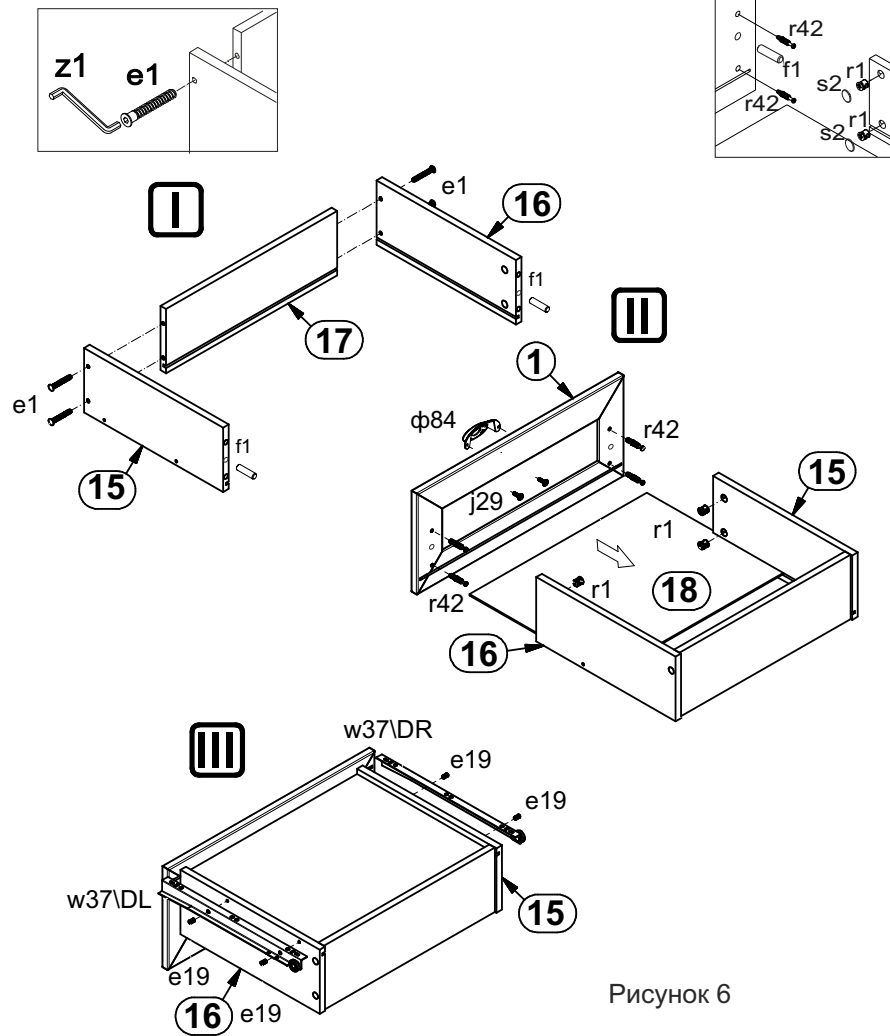

Рисунок 6
17. В отверстия $\varnothing 8$ мм на передних кромках стенок боковых ящиков 15, 16 вбить деревянные шканты f1 (см. рис. 6).
19. В отверстия $\varnothing 15$ мм на внутренних поверхностях стенок боковых ящиков 15, 16 вставить стяжки эксцентриковые r1 (см. рис. 6).
20. Соединить детали 15, 16, 17 с помощью конформатов e1, пользуясь ключом z1, вставить в пропилы на боковых и задней стенках собранных коробов ящиков донья ящиков 18 (см. рис. 6).
21. В отверстия $\varnothing 5$ мм на внутренних поверхностях панелей ящиков 1 вкрутить винты стяжки g42 (см. рис. 6).
22. Соединить панели ящиков 1 с корпусами ящиков, затянуть стяжки эксцентриковые r1, пользуясь отверткой. Закрыть стяжки эксцентриковые r1 на стенках боковых ящиков 15, 16 заглушками s2 (см. рис. 6).
23. В отверстие $\varnothing 5$ мм на внутренней поверхности панелей ящиков 1 вставить винт j106, снаружи совместить ручку ф84 с резьбой винта и завернуть винт, удерживая ручку (см. рис. 6).
24. Перевернуть ящики дном вверх и закрепить на стенках боковых ящиков 15, 16 еврошурупами e19 направляющие w37/CL и w37/DR (см. рис. 6).